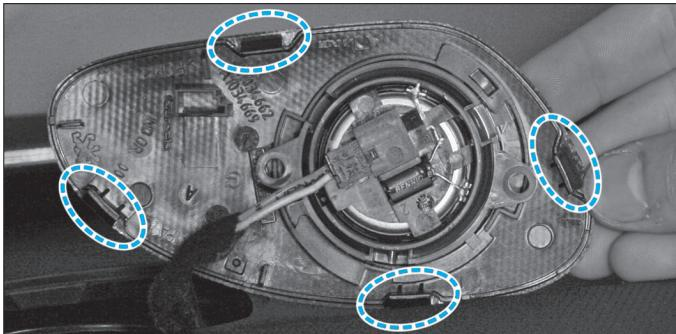

Fig. 50
- Déposer l'ensemble grille et tweeter du système audio (Fig.50).